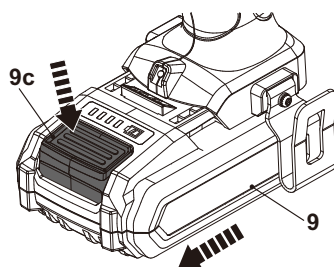

Fig. 3
- > Pressionar o botão de desengate (9c) e fazer deslizar o conjunto de baterias (9) da porta de atracagem da bateria (9d) (Fig. 3).